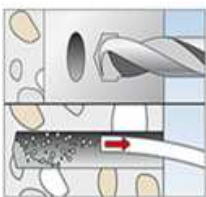

Bild 1
2. Bohren Sie mit einem **Steinbohrer (Ø 20 mm) 70 mm tief** in den Untergrund. Säubern Sie nun das Bohrloch, indem Sie den Bohrstaub aussaugen [Bild 1].